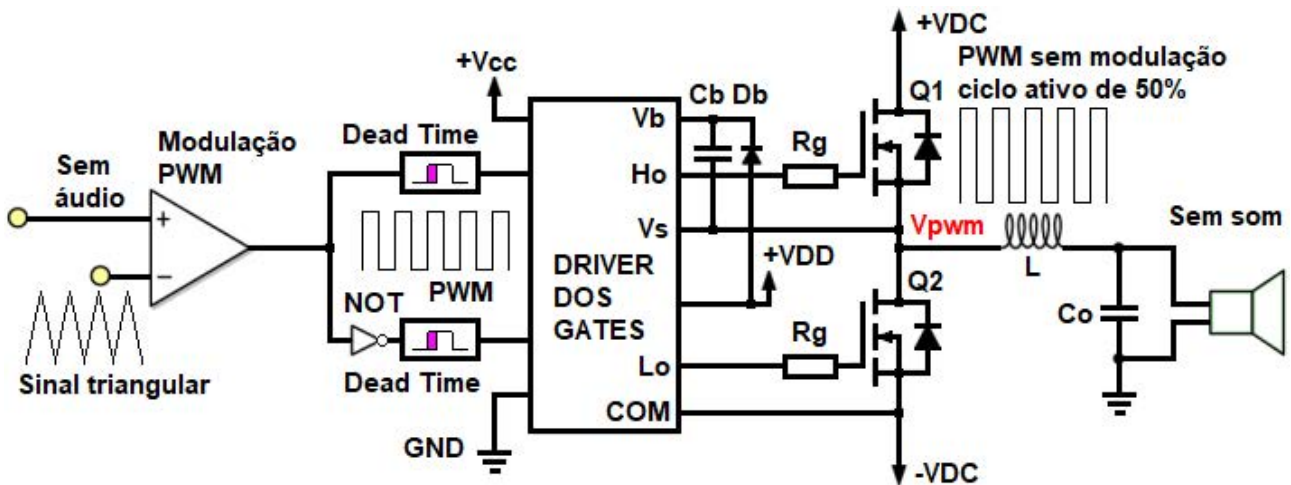

Figura 3
**Modulação do sinal PWM** – Quando não há sinal de áudio na entrada do amplificador, o sinal PWM terá o ciclo ativo um pouco menor de 50% (há o “dead time”, pequeno período na qual os dois transistores estão desligados para não correr o risco de conduzirem ao mesmo tempo). Na saída teremos zero volt e não haverá som no falante. (figura 3)